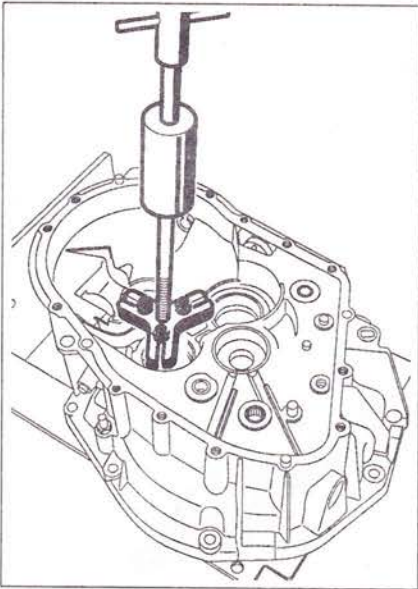

Рис. 5.78. Снимите опоры подшипников с помощью съемника для вторичных валов с тремя захватами.
1. Снимите опоры подшипников с помощью съемника для вторичных валов с тремя захватами (рис. 5.78).